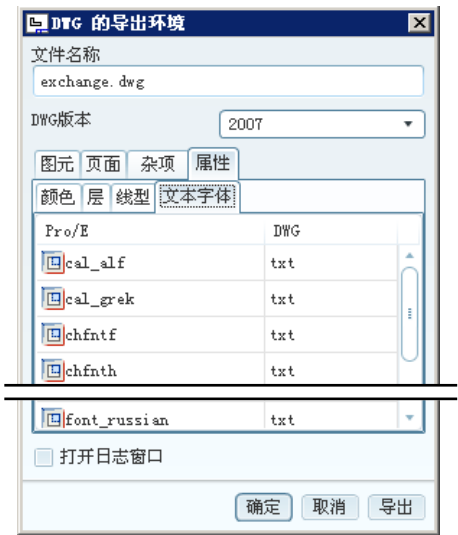

图 9.5.14 “文本字体”子选项卡
④ 在图 9.5.14 所示的“文本字体”子选项卡中，系统已列出了“Pro/E”中当前所有字体及文字样式在“DWG”文件中对应的名称，本例中将不做修改。